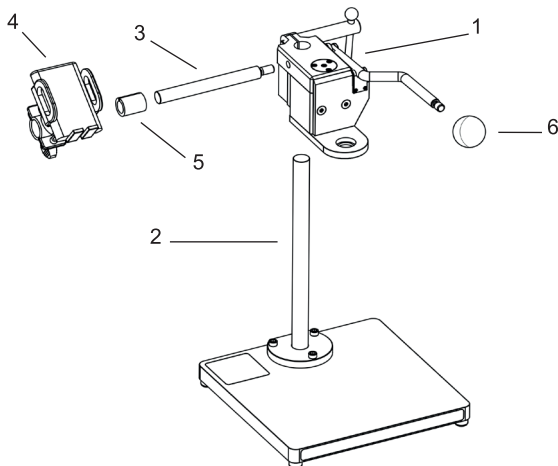

Рис. 2
Стенд поставляется в разобранном виде (рис. 2). Наденьте ПРМ (1) на стойку стенда (2) и зафиксируйте на нужной высоте. Заверните в ПРМ шток держателя (3). Закрепите на штоке держатель (4), предварительно насадив на шток зажимную втулку (5). Наверните на рычаг декоративную рукоятку (6).